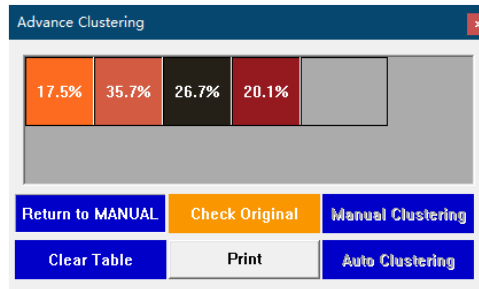

图 7-20 高级(自动)聚类窗口
通过选择 **Color Imaging**→**Advance Clustering** 或 **View**→**Advance Clustering** 打开“高级聚类分析”操作窗口(如图 7-20)。**Advance Clustering** 分为 Auto Clustering(自动聚类)和 Manual Clustering(手动聚类)两大方法。
状态的该按钮，可自动进行聚类分析，完成后按钮不可用状态（如图 7-20）。自动聚类分析方法和步骤见 7.9.1
Manual Clustering: 该按钮只有在处于手动聚类方法时，才处于可用状态。点击**处于可用状态的**该按钮，可进行手工聚类分析，完成后按钮不可用状态（如图 7-20）。自动聚类分析方法和步骤见 7.9.2
- 通过选择 Color Imaging→Advance Clustering，打开“高级聚类分析”操作窗口（如图 7-20）；
- e. 点击 **Auto Clustering** 可开始自动聚类分析。如果分析完成，聚类的颜色及其在选定区域的占比将显示在颜色表格中（如图 7-20）。
- c. 通过选择 **Color Imaging**→**Advance Clustering**，打开“高级聚类分析”操作窗口（如图 7-20）；